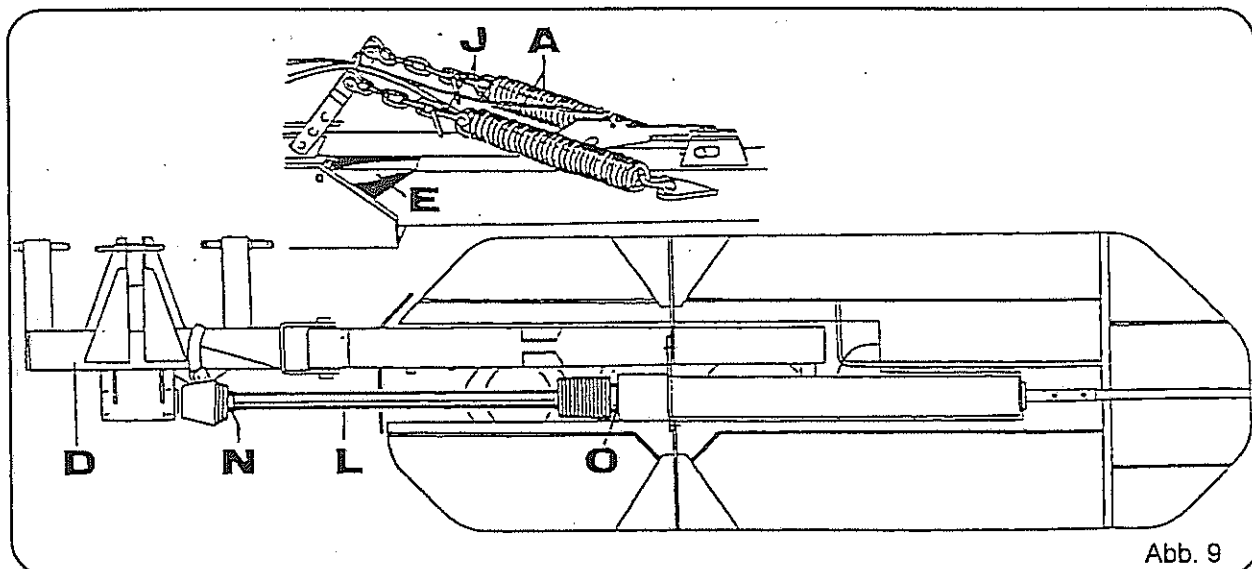

Abb. 9
Den Tragbock in Normalstellung bringen wie Abb. 9, Pos. D es zeigt.
- Entlastungsfedern anbringen (Abb. 9, Pos. A)
Die Federspannung kann durch ein Umstecken der Schäkel (Abb. 9, Pos. J) in ein anderes Kettenglied verändert werden.
- Schutzdeckel mit Achse und Schenkelfeder montieren (Abb. 9, Pos. E).
- Mit der Gelenkwelle (Abb. 9, Pos. L) Hauptgetriebe und Mähbalkengetriebe verbinden. Gelenkwellenseite mit Haltekette (Abb. 9, Pos. O) ist am Hauptgetriebe zu montieren. (Klemmschrauben auf beiden Seiten fest anziehen).
- Gelenkwellenschutz durch Einhängen der Kette gegen Mitlaufen sichern (Abb. 9, Pos. N).
- Schutztopf mit Spannband am Getriebe befestigen (Abb. 9, Pos. O).
Die Federspannung kann zur Entlastung des Mähers durch Umstecken der Schäkel (siehe Seite 11, Abb. 9, Pos. J) in ein anderes Kettenglied verändert werden